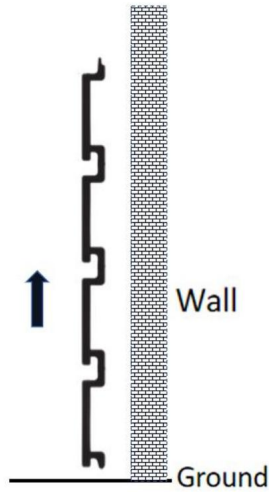

Abbildung 1
1. Installieren Sie die Richtung des Lamellenwandpaneels, siehe Abbildung 1.